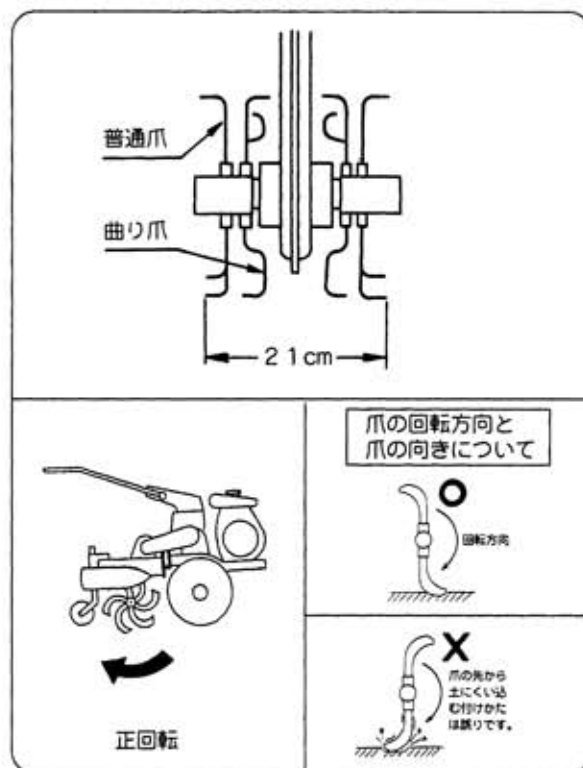

図13
③ 爪を取付けます。
- 爪の回転方向を確認して取付けてください。（図13）